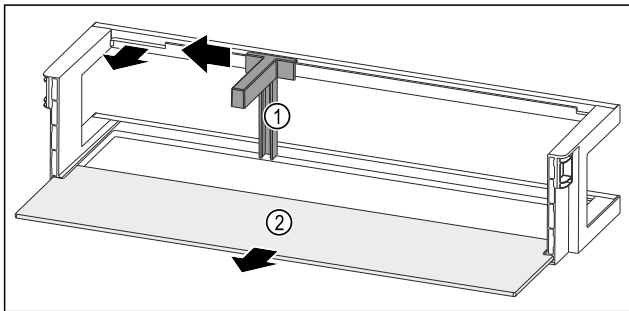

Fig. 276 Лотки на дверцятах із тримачем пляшок і полицею
- Пересуньте тримач пляшок Fig. 276 (1) убік до пазу.
- Вийміть тримач пляшок Fig. 276 (1).
- Дістаньте полицю Fig. 276 (2).